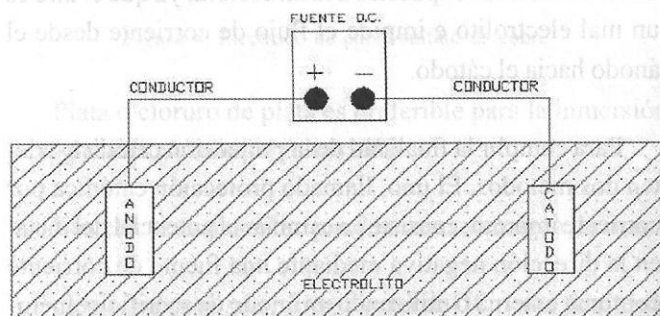

Figura 2. Celda de corrosión.
*Celda de corrosión:* cuando las reacciones electroquímicas están físicamente separadas, el proceso es conocido como celda de corrosión (figura 2).